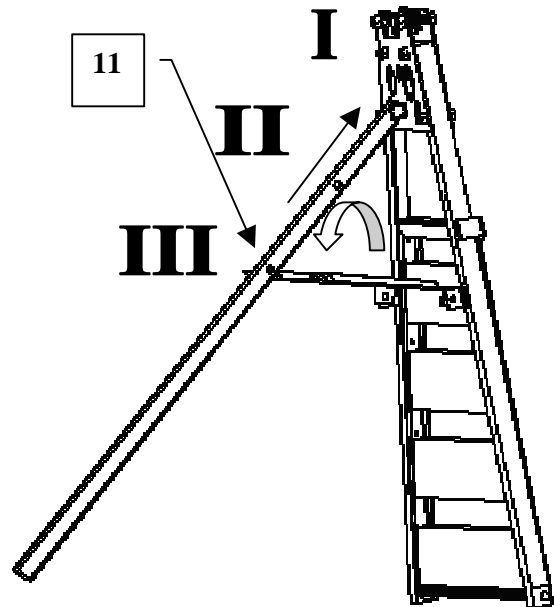

Bild 3
2. Den Haltearm (5) von dem Loch (II) lockern, zum letzten Loch (I) schieben und wieder zusammenschrauben (siehe Bild 3).
3. Den Tischhaken (6) hinter den Haltearm (5) im Loch (III) zuklappen und mit Schraube sichern (11) (siehe Bild 3).